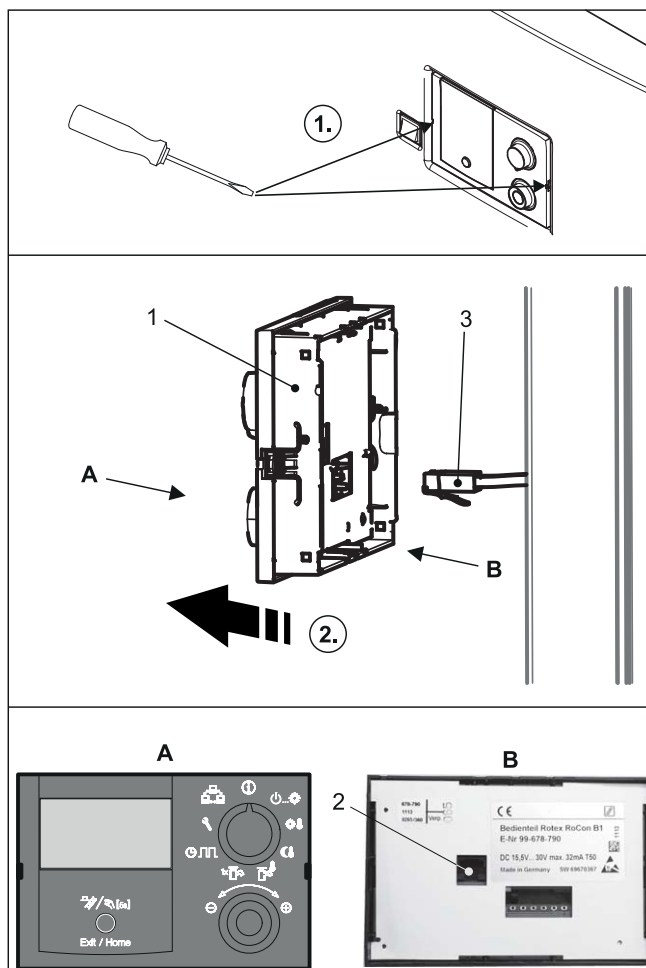

Bild 6-2 Bedienteil aus-/einbauen
Tab. 6-3 Legende zu Bild 6-2
- 1 Rastnasen durch leichtes Einschieben eines kleinen Flachschraubendrehers an einer Seite des Bedienteils entriegeln (Bild 6-2, Pos. 1) und Bedienteil nach vorn herausziehen.
- 2 Zum vollständigen Ausbau, das Kommunikationskabel (Bild 6-2, Pos. 3) auf der Rückseite des Bedienteils ausstecken.
- Kommunikationskabel auf Rückseite des Bedienteils (Bild 6-2, Pos. 2) einstecken.